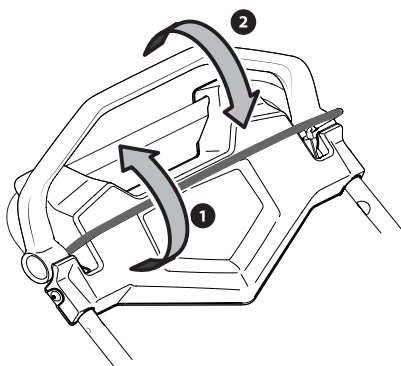

Figura 11
1. Una vez que el motor esté funcionando y mientras mantiene juntos los controles de la transmisión y la cuchilla, empuje el control de la transmisión hacia adelante para propulsar la cortadora. Cuanto más lejos se empuje el control hacia adelante, más rápido avanzará la cortadora. Consulte la Figura 11.